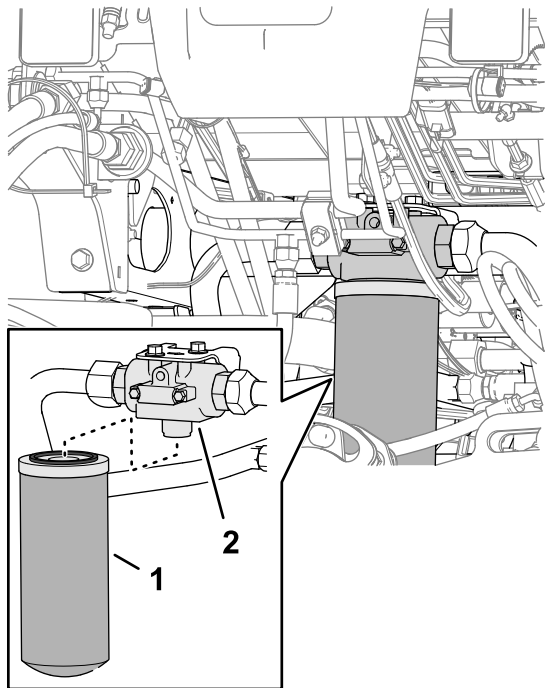

Bild 145
2. Legen Sie an der Vorderseite der Maschine eine Auffangwanne unter den saugseitigen Hydraulikölfilter (Bild 145).